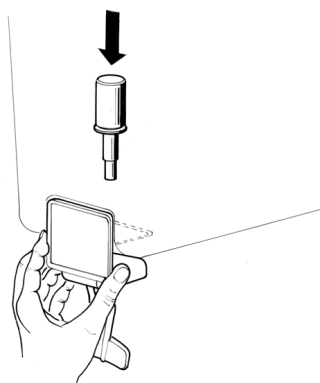

figura 7
**3 Grifo en acero inox por gravedad:** montar la palanca mando grifo y enfilear el pistón unido a la su junta (ver figura 7).